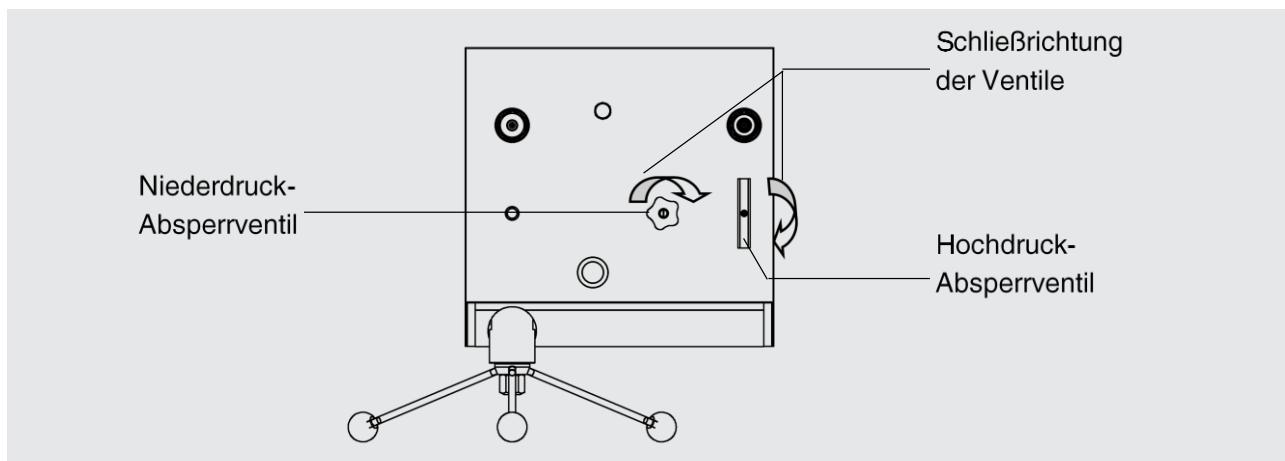

Abbildung 6.2.1-1 Schließenrichtung der Ventile
Vor Lösen der Verschlussstopfen in den Prüfanschlüssen, den drucklosen Zustand des Systems (Spindelpumpe im Gegen-Uhrzeigersinn komplett zurückgedreht, Hochdruck-Absperrventil öffnen, Niederdruck-Absperrventil öffnen) sicherstellen. (siehe Abbildung 6.2.1-1 Schließrichtung der Ventile)
- Hochdruck-Absperrventil öffnen (siehe Abbildung 6.2.1-1 Schließrichtung der Ventile **Fehler! Verweisquelle konnte nicht gefunden werden.**)
- Niederdruck-Absperrventil öffnen (siehe Abbildung 6.2.1-1 Schließrichtung der Ventile)
- Hochdruck-Absperrventil öffnen (siehe Abbildung 6.2.1-1 Schließrichtung der Ventile)